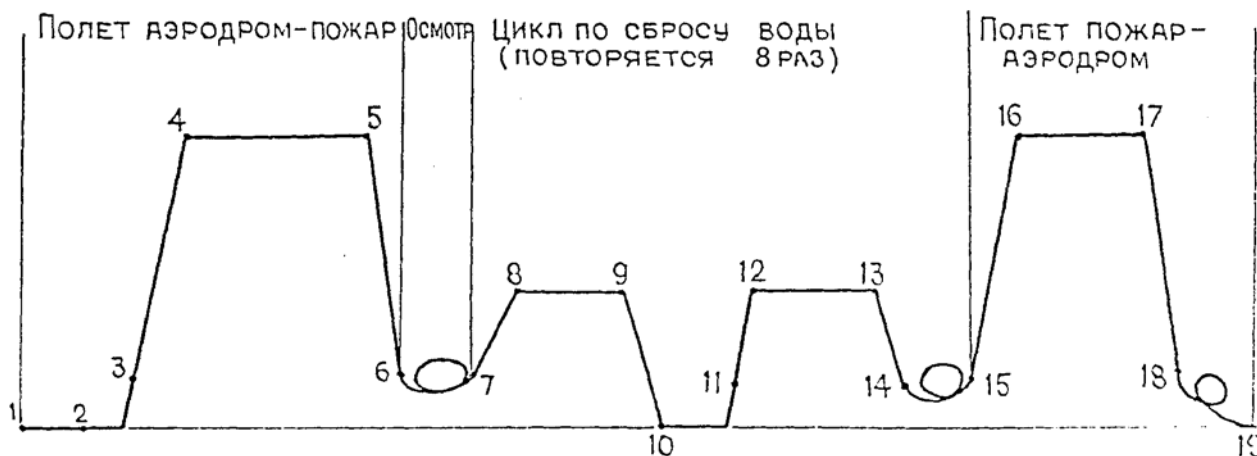

Рис. 2 Профиль полета
- 2 Изобразить схематически профиль полета, разбив его на участки и обозначив цифрами точки границ участков, как показано на Рис. 2.